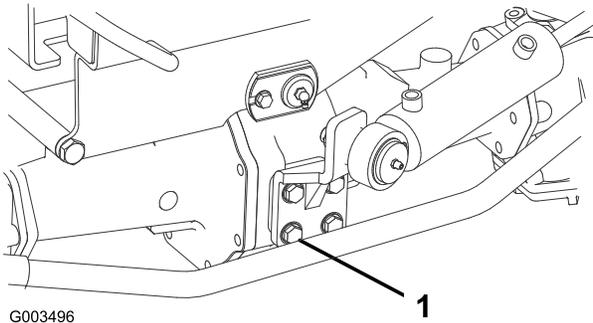

Figura 55
2. Compruebe el par de apriete de los pernos de montaje del cilindro de dirección (Figura 55).